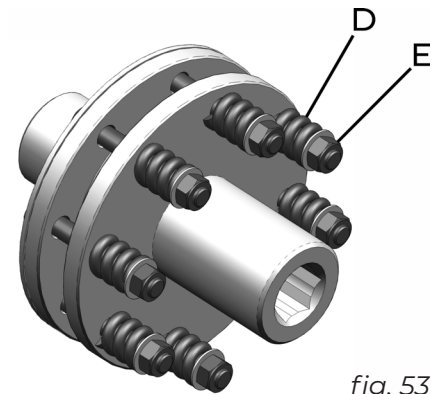

fig. 53
El limitador de torque también se puede ajustar de acuerdo con las condiciones de la cosecha. Si el limitador está “patinando” con frecuencia y no hay nada que obstruya la unidad recolectora o sinfín de alimentación, se puede realizar el ajuste en la presión de los resortes (D) (fig. 53). Es importante realizar el ajuste de las tuercas (E) por igual. Nunca ajuste las tuercas de modo que el resorte quede completamente comprimido, ya que, de esta manera, el sistema perderá su funcionalidad, lo que puede inclusive causar daños en el sistema.